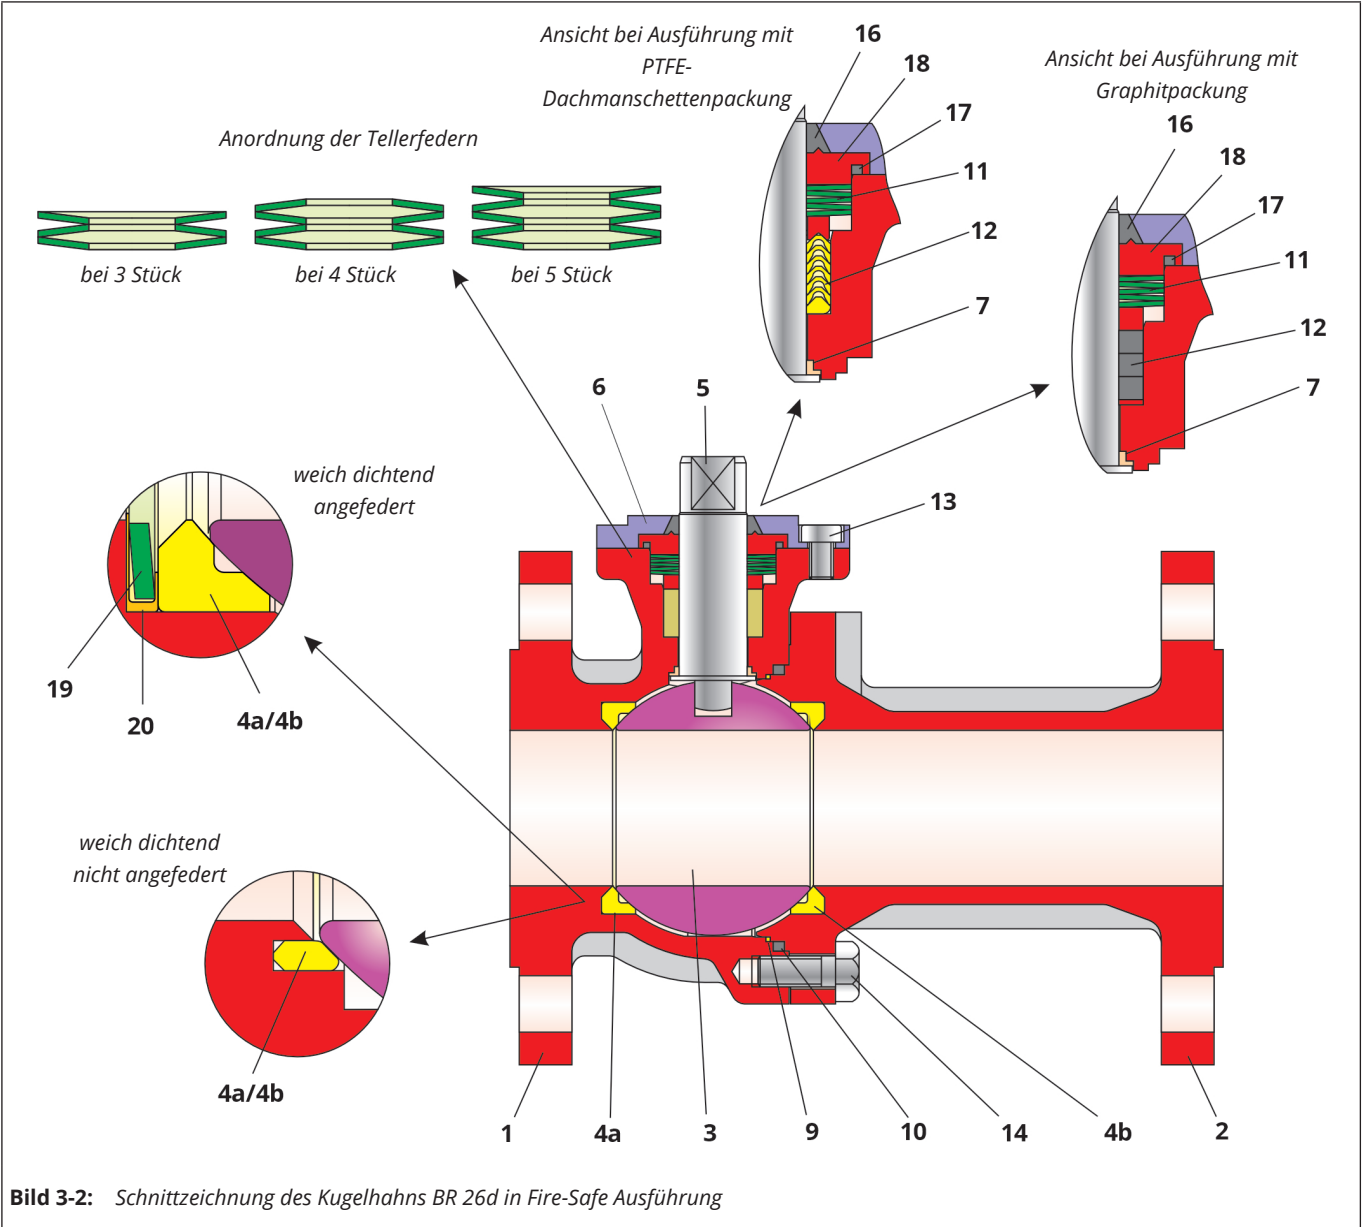

Bild 3-2: Schnittzeichnung des Kugelhahns BR 26d in Fire-Safe Ausführung
- ⇒ Dachmanschettenpackung (12) in der Reihenfolge Grundring, V-Manschetten und Druckring mit leicht drehender Bewegung über die montierte Schaltwelle (5) schieben und in die Packungsaufnahme des Grundgehäuses (1) einlegen. Anordnung der V-Manschetten, vgl. Bild 3-2.
- ⇒ Tellerfedersatz (11) auf die Dachmanschettenpackung (12) legen. Anordnung der Tellerfedern, vgl. Bild 3-2.
- ⇒ Graphitpackung (12) mit einer leicht drehenden Bewegung über die Schaltwelle (5) schieben und in die Packungsaufnahme des Grundgehäuses (1) einlegen, vgl. Bild 3-2.
- ⇒ Tellerfedersatz (11) auf die Keilringpackung (12) legen. Anordnung der Tellerfedern, vgl. Bild 3-2.